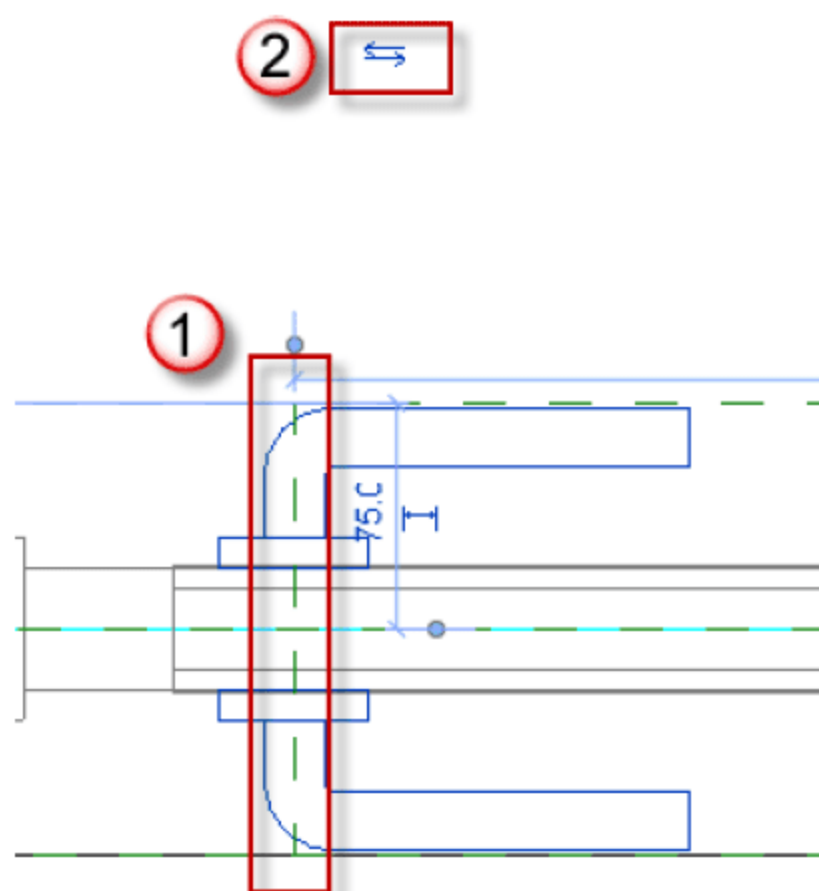
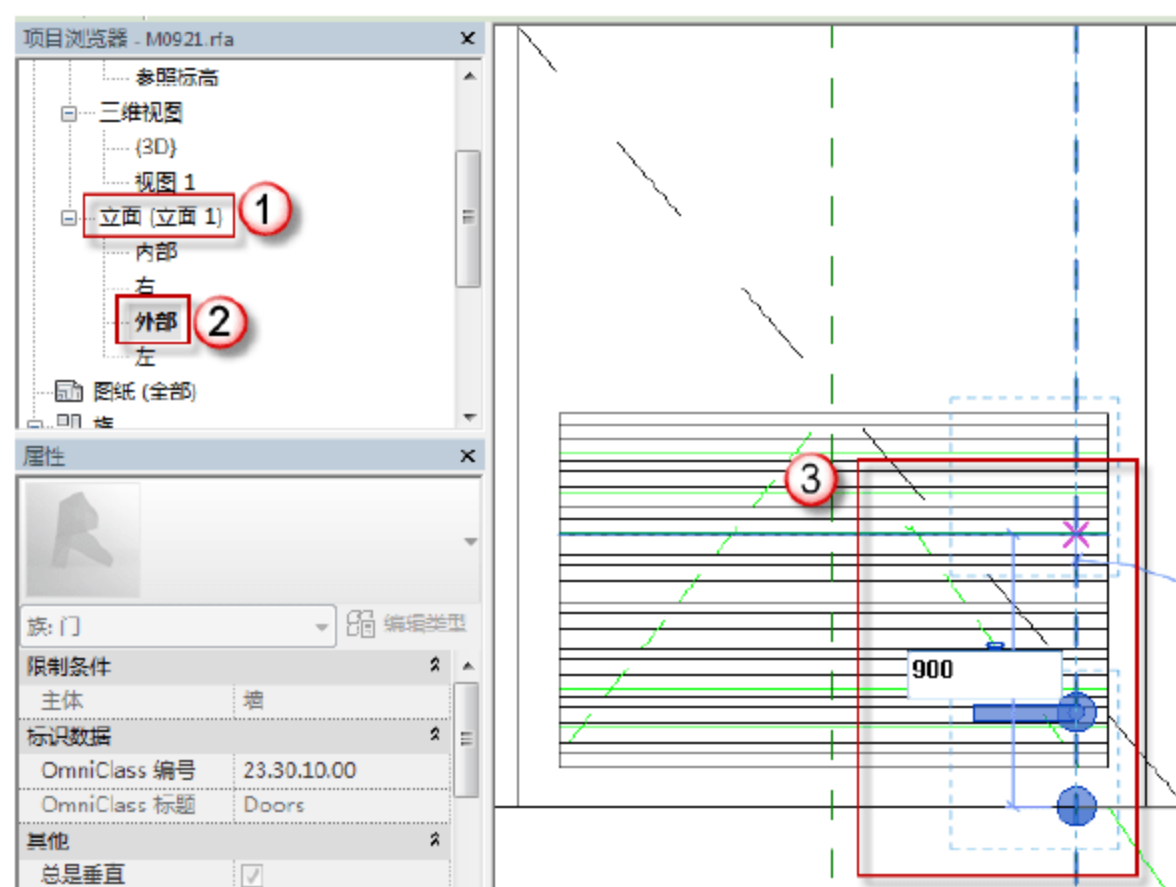

图 6.1.38 调整门锁水平位置
图 6.1.39 调整门锁竖直位置
(35) 调整门锁位置。按快捷键 R+P，绘制一条距离门边 140mm 的辅助线，按快捷键 M+V 将“门锁 11”族移动至辅助线处。单击门锁族的“翻转实例开门方向”按钮，如图 6.1.38 所示。选择“项目浏览器”中的“立面（立面 1）”→“外部”选项，进入门的外部立面视图。选择族“门锁 11”，按快捷键 M+V，向上拖动并输入“900”，按 Enter 键结束，如图 6.1.39 所示。